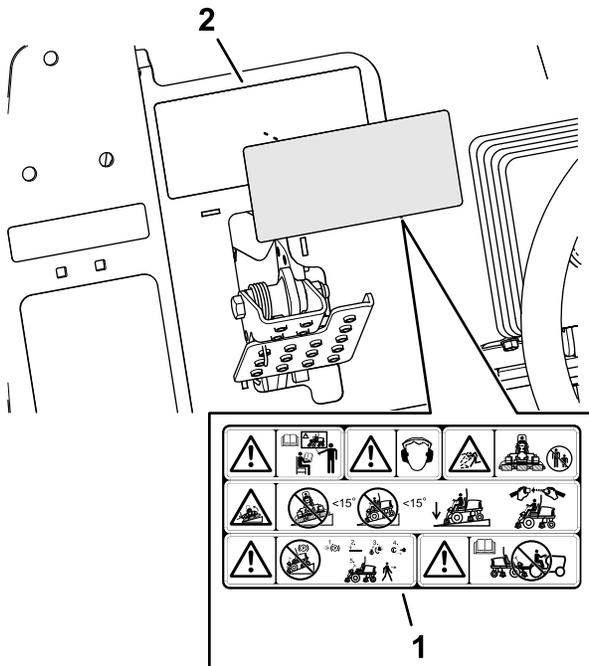

Figura 39
1. Utilize álcool e um pano limpo para limpar a superfície do adesivo de aviso 133-2930 e deixe o adesivo secar (Figura 39).